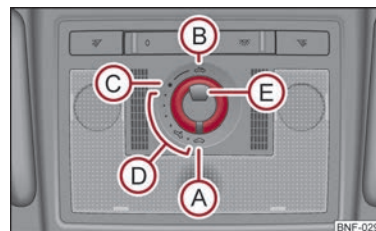

Fig. 19 Drejekontakt til panoramaskydetag
Panoramaskydetaget kan kun betjenes med drejekontakten ⇒ Fig. 19, når tændingen er tilsluttet. Drejekontakten har flere positioner.
- Drej kontakten til position (C) ⇒ Fig. 19.
- drej kontakten til position (A) ⇒ Fig. 19.